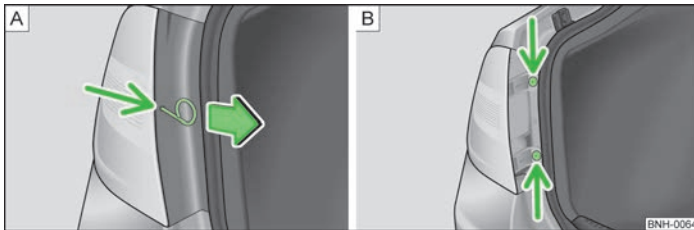

Abb. 133 Abdeckung der Leuchte ausbauen / Leuchte ausbauen
- › In die Bohrung an der mit dem Pfeil gekennzeichneten Stelle » Abb. 133 - [A] den Bügel zum Abziehen der Radvollblenden » Seite 147, Bordwerkzeug stecken.
- › Die Leuchte mit dem Schraubendreher aus dem Bordwerkzeug abschrauben » Abb. 133 - [B].